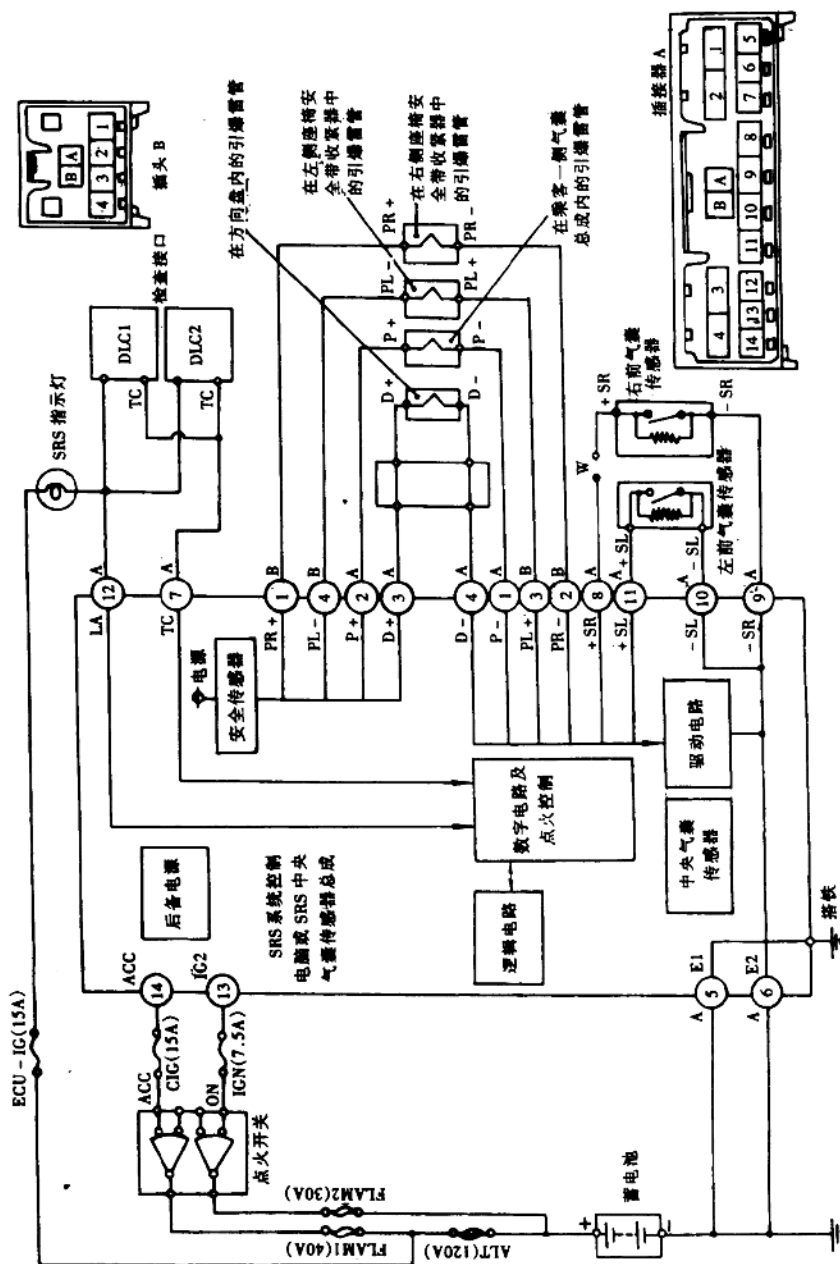

图 1-2 SRS 控制电路图
①把汽车前桥用千斤顶顶离地面,拆下两个前轮,拆下左右前大灯、角灯,拆下前保险杠及左右翼子板,拆下左右前安全气囊传感器的线束插头。
②拆下收音机及空调器控制面板及相关装饰件,拆除 SRS 控制 ECU,拆下全部线束插头。
③用数字式万用电表检查从 SRS 控制 ECU 线束插头上 8 号(+SR),9 号(-SR),10 号(-SL)及 11 号(+SL)各端子到左右两个前气囊碰撞传感器线束插头上相应的+SR,-SR,-SL 及+SL 各端子之间连接导线的导通情况。结果发现从 SRS 控制 ECU 线束插头上 8 号(+SR)端子到右侧前气囊碰撞传感器线束插头上+SR 端子之间的导线不导通(断路),而前气囊碰撞传感器的其余三根导线导通良好,线路正常。SRS 控制电路如图 1-2 所示。
④用万用电表逐段检查从 SRS 控制 ECU 线束插头上 8 号(+SR)端子到右侧前气囊碰撞传感器线束插头上相应的+SR 端子间导线断线的具体位置。经检查发现 SRS 控制 ECU 的 B 组线束穿过仪表板内的部分被老鼠咬断,造成右侧前气囊碰撞传感器线路断路。